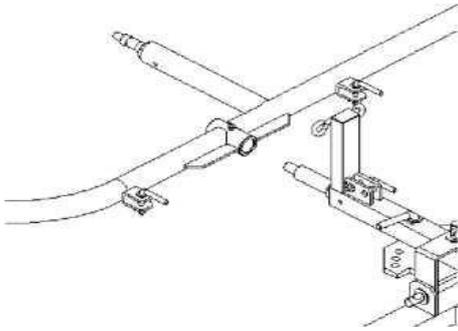

Рис.3.2. Установка колёсной рамы.
- Установить на ось несущей рамы ворошилки, колёсную раму зафиксировав её шайбой и гайкой, (см. рис.3.2).